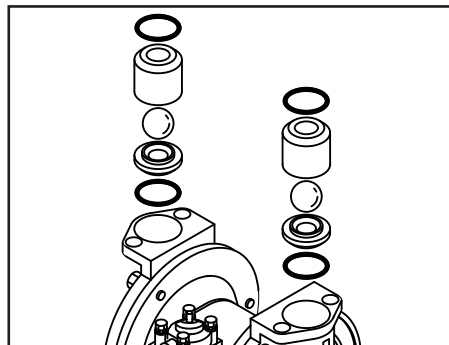

Figura 12
- Retire la bola, el asiento de válvula y el anillo O (consulte la Figura 12).